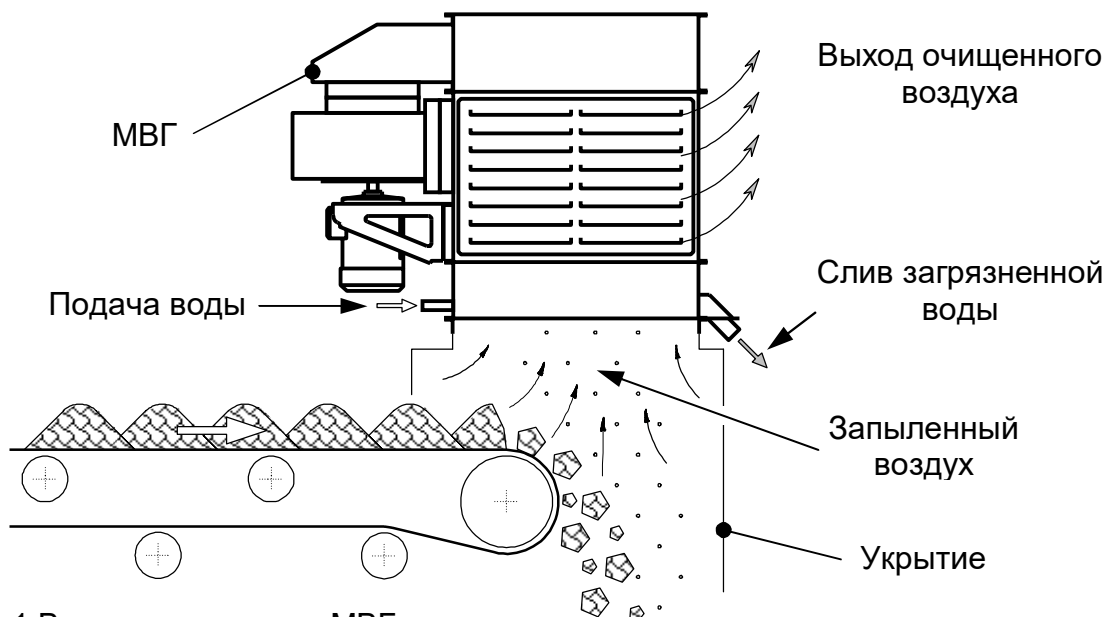
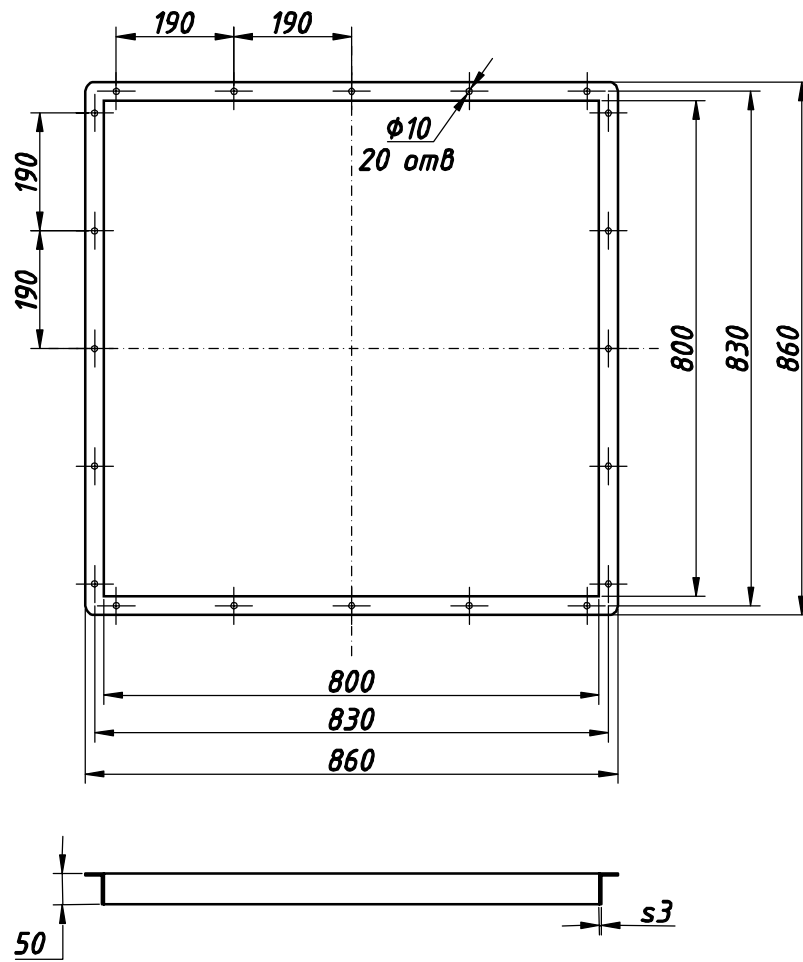

Рис.1 Вариант установки МВГ
Рис.10 Монтажная рамка.
6.4. Необходимо приварить к укрытию монтажную рамку (см. рис.10), поставляемую в комплекте, разместить на нее МВГ и скрепить их болтами (см рис.1). Отклонение МВГ от вертикали должно быть не более 1°.